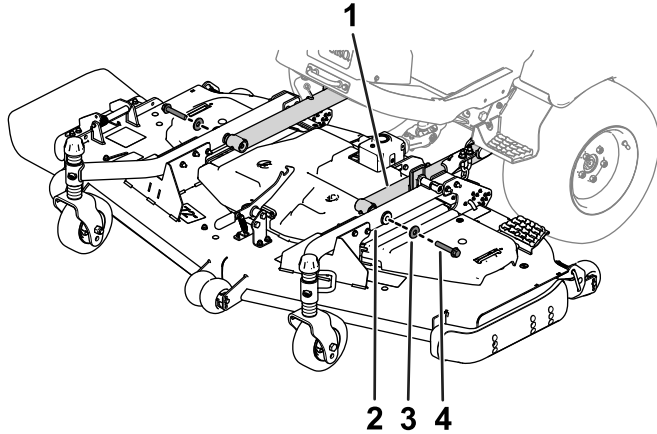

Figura 4
7. Utilice 2 pernos y 2 arandelas para fijar los brazos de las ruedas giratorias a los brazos de elevación (Figura 4).